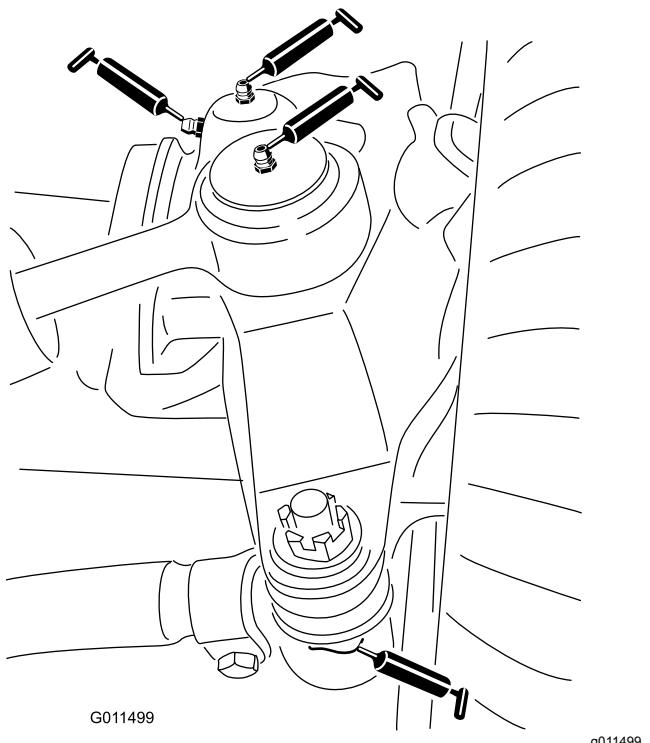

Рисунок 44
- Шаровые опоры гидроцилиндра рулевого управления (2 шт.) (Рисунок 44)
- Шаровые опоры поперечных тяг (2 шт.) (Рисунок 44)
- Втулки поворотных шкворней (2 шт.) (Рисунок 44)..